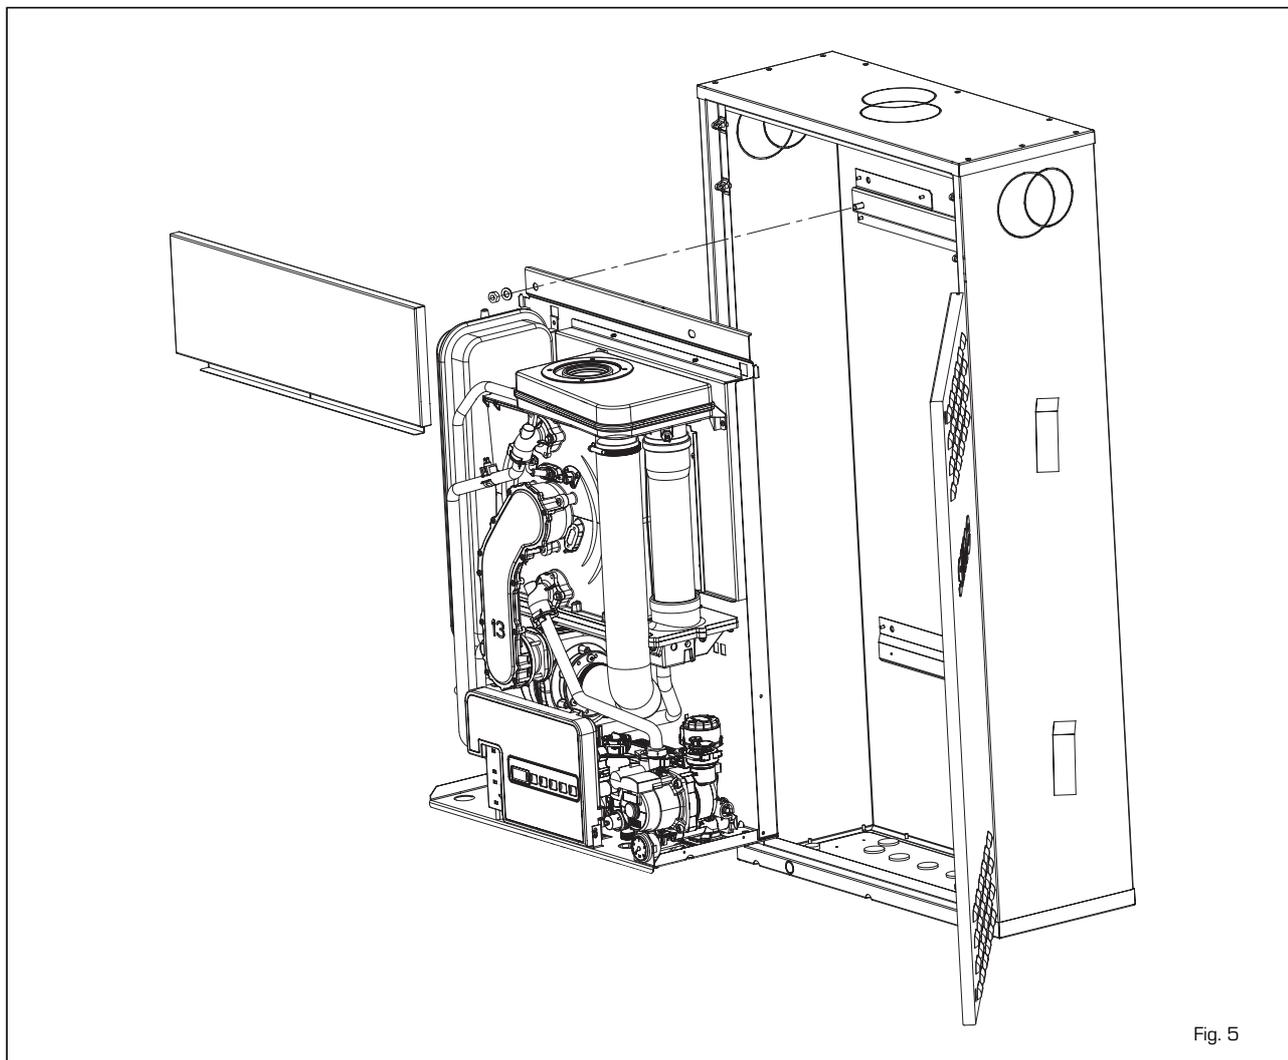

Fig. 5
2.1.1 Montaggio caldaia (fig. 5)